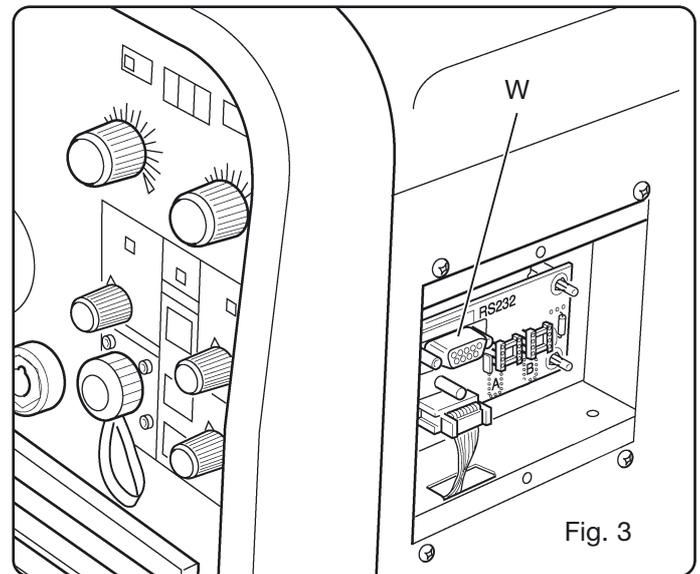

Fig. 3
3.4 Ligador tipo DB9 (RS 232) (Fig. .3)